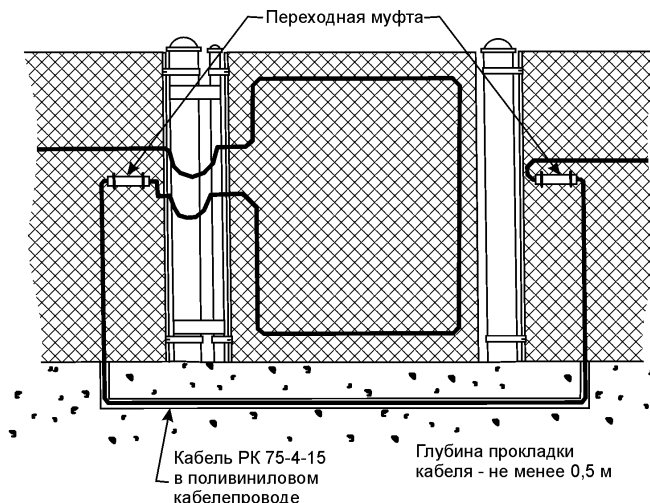

Рисунок 20 - Охраняемые одинарные петельные ворота
- Закрепите сенсорный кабель по периметру панели ворот на расстоянии 0,3 м от её крайних частей (Рисунок 20).